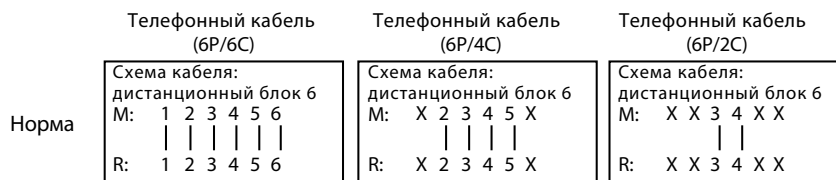

Рис. 5-1. Телефонный кабель 6P/6C, 6P/4C, 6P/2C
- При схематизации телефонного кабеля RJ-11/RJ-12, 6P/6C, 6P/4C, 6P/2C с помощью дистанционных блоков № 1–8, действуйте в соответствии с рис. 5-1.